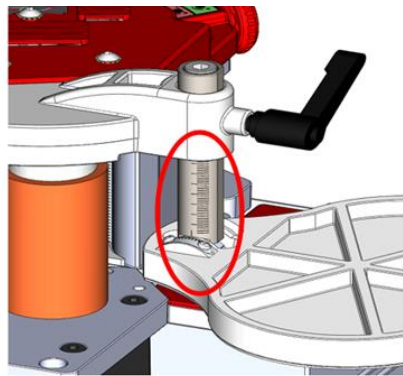

Fig2
- Uvolněte zajišťovací páku a nastavte vodící desku na požadovanou výšku (Fig2)
- Uvolněte imbus (1)
- Vodící desku s pomocí úhlooměru (2) nastavte na 90°
- Uvolněte šroub (3). Nastavte úhloměr na 0. Šroub opět dotáhněte